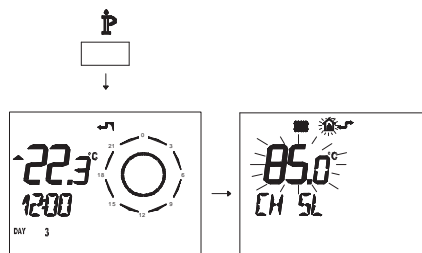

Figura 5.63
- Premere per più di 3 secondi il pulsante **P** per entrare in modalità **INFO** (Figura 5.63).